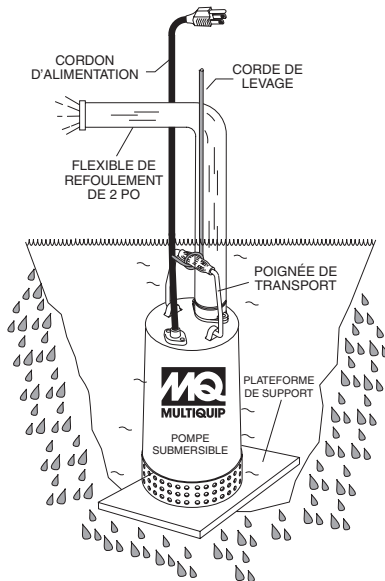

Figure 9. Pompe submersible en position verticale (Position correcte)
Connectez un flexible de 2 pouces au port de refoulement de la pompe, comme indiqué dans Figure 9. S'assurer que le flexible est correctement raccordé au port de refoulement.
1. Attacher un câble de levage approprié (corde) à la poignée de transport (Figure 9) de la pompe et abaisser la pompe pour la mettre en place. Pour les applications où il y a une quantité excessive de boue, de sable ou de limon, l'utilisation d'une plateforme de support est souhaitable. Lors du pompage d'eau provenant d'applications de type piscine où il y a peu ou pas de débris, la plateforme de support n'est pas nécessaire.